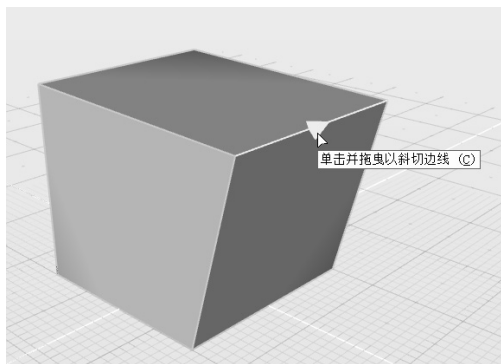

图 6-13 出现操作提示
4) 将鼠标光标悬停至一条边线中部, 其中部的菱形标志会变成实心黄色, 此时出现提示“单击并拖曳以斜切边线”, 如图 6-13 所示。